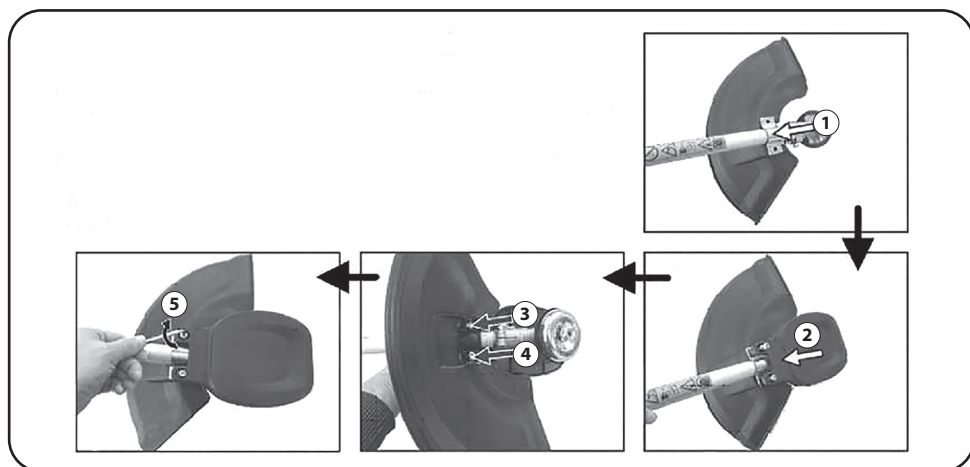

Рисунок 2
3.2 Монтаж захисних кожухів (дивіться рисунок 2)